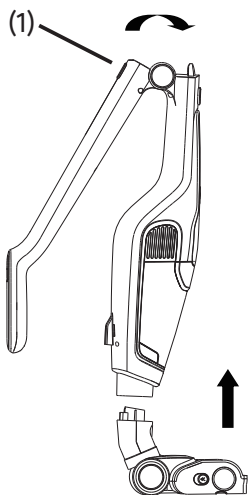
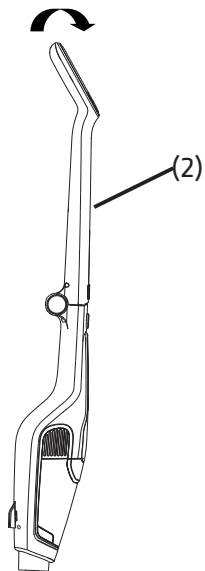

Fig. 3-1a
Fig. 3-1b
Sæt gulvbørsten på hoveddelen ved at følge pilen i 3-1a. Når udløserknappen (1) låser hoveddelen, skal du dreje håndtaget (2), så det sættes i hoveddelen. Drej håndtagets udløserknap (1), hvis håndtaget skal foldes sammen. (Se fig. 3-1a/fig. 3-1b)